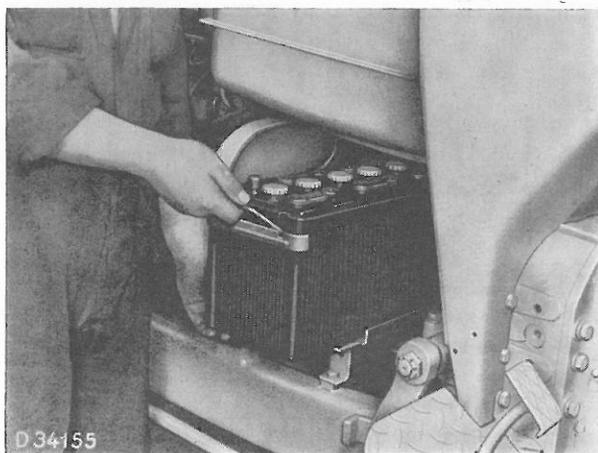

fig. 54 Enlever la batterie
e) **La capacité de la batterie** diminue avec le froid. S'il n'est pas possible de remiser le tracteur dans un endroit chauffé pendant les nuits d'hiver, il faut enlever la batterie (fig. 54) et la garder dans un endroit **chauffé** jusqu'au lendemain, pour assurer un démarrage facile même aux températures basses.